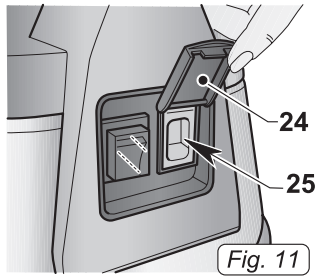

Fig. 11
- Поднимать Крышка (24 Рис. 11).
- Подключить штекер электрической щетке к розетки (25 Рис. 11) в верхней части пылесоса (максимальная мощность 200 Вт).